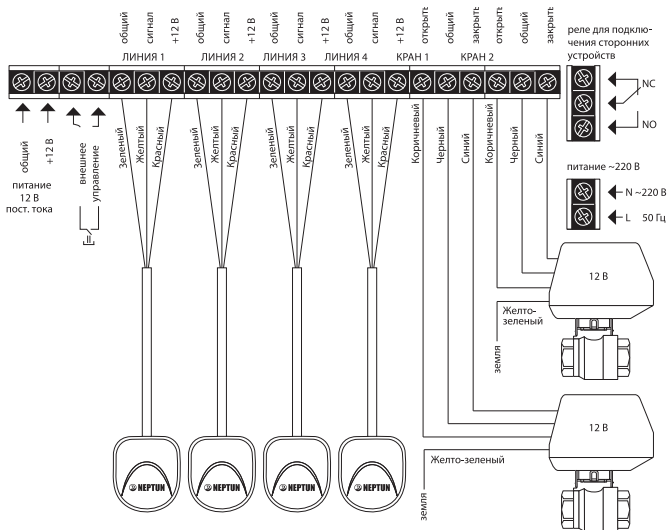

Рис. 11. Схема подключения датчиков и кранов с электроприводом DePala 12 В к модулю управления Neptun ProW
- выполните соединение проводов в соответствии со схемой на рис. 10 или рис. 11, в зависимости от того, какие краны с электроприводом вы используете. При необходимости, для ввода проводов в коммутационный отсек удалите пластиковую заглушку, расположенную в нижней части корпуса прибора при помощи отвёртки;